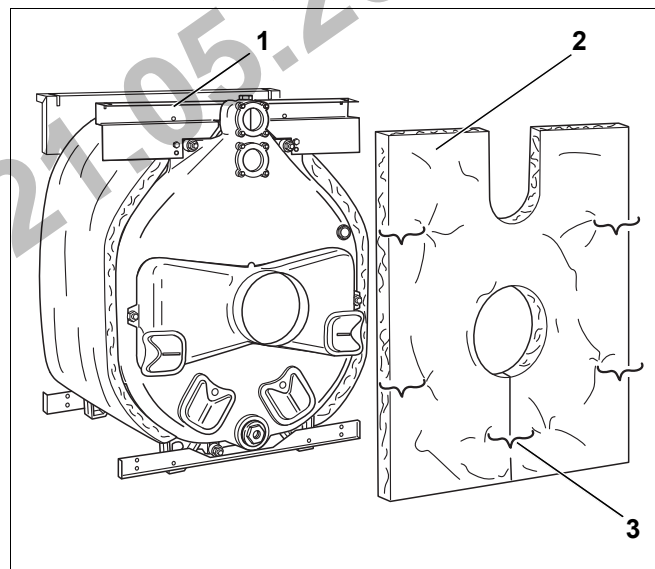

Рис. 33 Монтаж теплоизоляции задней секции
- ▶ Наденьте теплоизоляцию задней секции (рис. 33, [2]) на патрубок отвода дымовых газов. При этом вырез для подающей и обратной линии должен быть направлен вверх.
- ▶ Прикрепите теплоизоляцию задней секции двумя пружинными стяжками к задней верхней траверсе (рис. 33, [1]).
- ▶ Разрез под патрубком дымовых газов стяните пружинной стяжкой (рис. 33, [3]).
- ▶ Снимите пружинные стяжки под патрубком дымовых газов (см. рис. 33 на стр. 25).